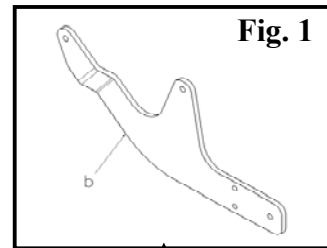

Fig. 1
- * Fest høyre bærearmlen «b» til punktene X med skruesettet X (fig.1).